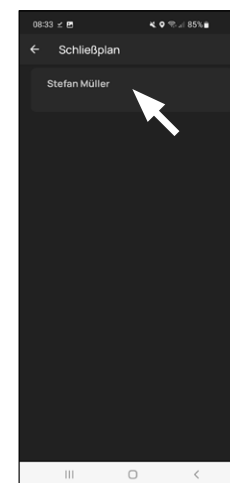

Fig. 2
- 3 Appuyez sur le nom d'utilisateur ou sur le premier utilisateur, si vous en avez créé plus d'un. (Fig. 2).